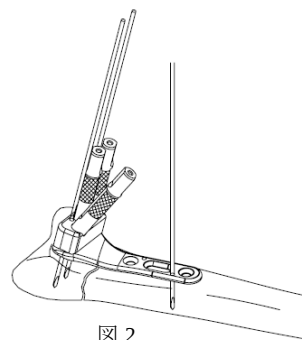

図 2
- 2) 骨折部の整復後、イメージ下で確認しながら 1.3 ガイドピンを刺入し、プレートを仮固定します。（図 2）